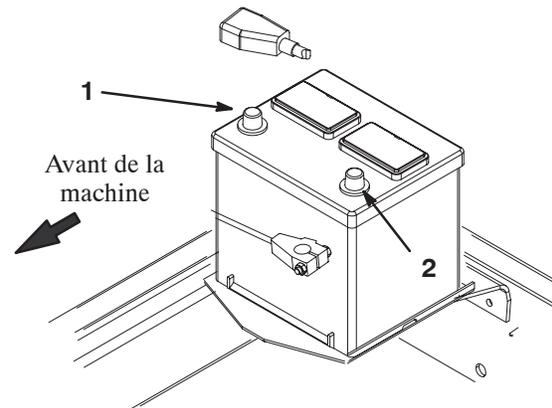

Figure 10
- Raccordez d'abord le câble positif (rouge) de la batterie à la borne positive (+) puis raccordez le câble négatif (noir) à la borne négative (-) (Fig. 10). Placez le capuchon protecteur sur la borne positive pour éviter les courts-circuits.